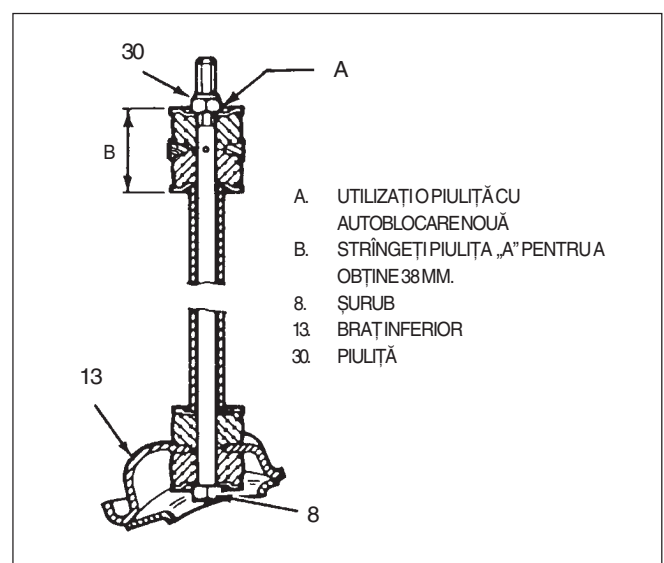

Fig. 4 Legătura barei stabilizatoare
- 1) Bara stabilizatoare (27), bucșa elastică (26) și colierul (25).
- 2) Se strânge slab șurubul (24), se assemblează toate componentele cu grijă ca bara stabilizatoare să fie centrată. Se face strângerea la înălțimea normală de funcționare.
- 3) Bara stabilizatoare (27) la brațul inferior (13). Trebuie utilizată o piuliță cu autoblocare (30) nouă. Se strânge piulița (30) pînă se obține dimensiunea din Fig. 4.
- Colierul barei stabilizatoare cu șurubul de la șasiu (24) cu 40 Nm.
- Bara stabilizatoare cu piulița brațului inferior (30), până se obține dimensiunea din Fig. 4.